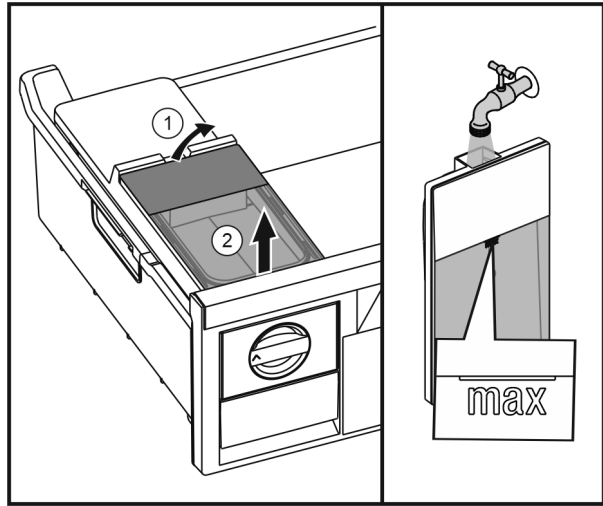

Fig. 27
- ▶ Повдигнете резервоара за вода отзад Fig. 27 (1) и извадете нагоре Fig. 27 (2).